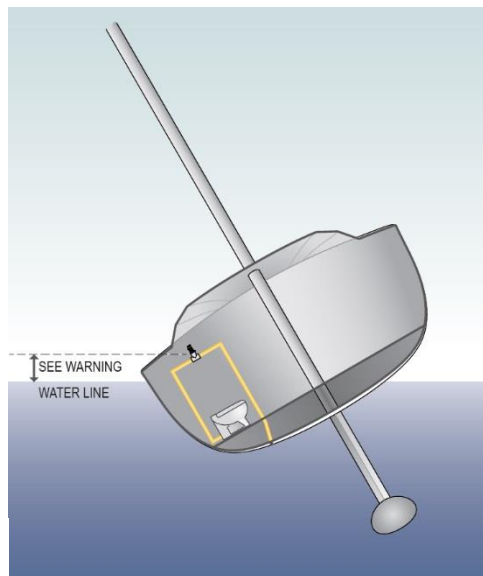

Fig. 2
**ATTENTION** : La ligne de flottaison en question devra être calculée en tenant compte des différents paramétrages durant la navigation. Voir l'exemple fig. 2.